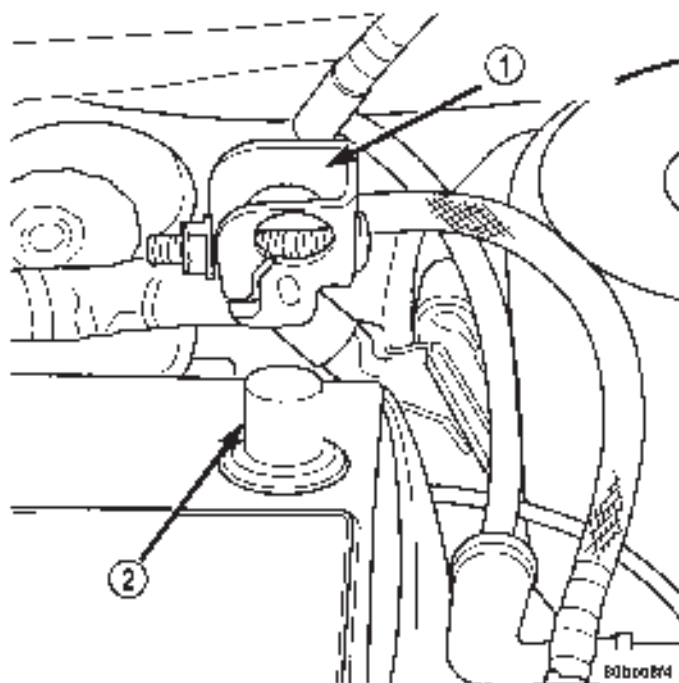
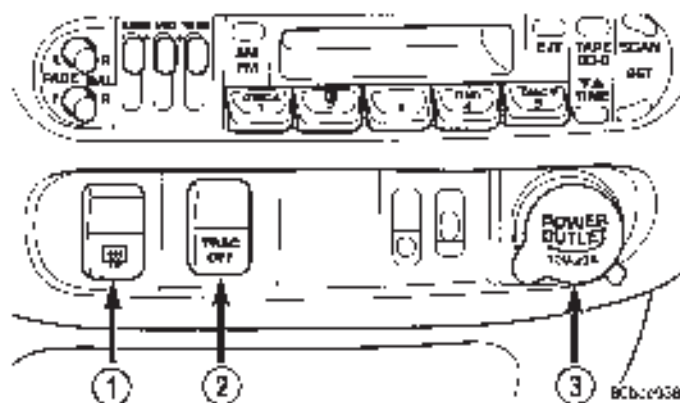

Fig. 6 Desmontaje/instalación del cable negativo de la batería
Fig. 7 Bisel del interruptor de accesorios/salida de energía
- (1) Desconecte y aísle el cable negativo de la batería (Fig. 6).
- (2) Quite el bisel central del tablero de instrumentos. Refiérase a Desmontaje e instalación del bisel central del tablero de instrumentos en esta sección.
- (3) Quite los cuatro tornillos de retención del bisel del interruptores de accesorios/salida de energía (Fig. 7).
- (1) Inserte un desarmador pequeño en la ranura de la mica y suavemente palanquee hacia afuera la unidad. Refiérase a la (Fig. 7).
- (2) Deslice hacia atrás la cubierta trasera para exponer el foco.
- (3) Reemplace el foco.
- (1) Desconecte y aisle el cable negativo de la batería (Fig. 6).
(1) Desconecte y aisle el cable negativo de la batería (Fig. 6).
(2) Abra la guantera y empuje los lados de la guantera hacia adentro permitiendo librar a los topes de la puerta y a la guantera ir hacia adelante.
(3) Alcance la abertura interior y oprima los retenedores de la lámpara/del interruptor hasta que los desacople.
(4) Jale hacia atrás el interruptor/la lámpara y quítelo. Reemplace la lámpara Para reemplazar el interruptor desconecte el cable y reemplace el interruptor.
(2) Desmonte las cubiertas de vestidura izquierda y derecha del poste A.
(3) Quite la cubierta superior del tablero de instrumentos.
(4) Quite el bisel del módulo.
(5) Quite los cuatro tornillos de sujeción de la carcasa del módulo al tablero de la base
(6) Jale el módulo hacia atrás para desconectarlo del tablero de la base
(7) Quite el conjunto de módulo.
- (2) Empuje los asientos hacia atrás hasta su posición máxima.
- (3) Utilizando una varilla de vestidura (herramienta especial # C-4755), palanquee hacia afuera con cuidado sobre las molduras de vestidura izquierda y derecha del poste A y desmóntelas.
- (4) Quite la cubierta superior. Refiérase a Desmontaje e instalación de la cubierta superior en esta sección.
- (5) Jale hacia arriba con cuidado el bisel del módulo y quítelo del vehículo.
- (6) Jale con cuidado hacia atrás sobre la cubierta inferior izquierda del tablero de instrumentos y quítela del vehículo.